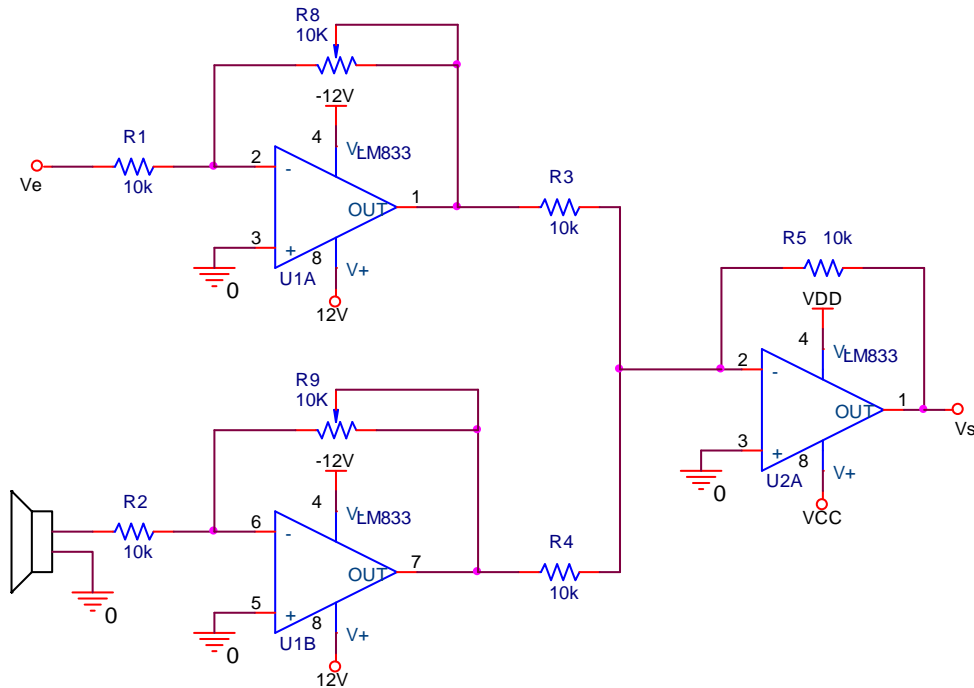

Figura 3
- 5) Sustituta el voltaje en la terminal V_e del circuito de la figura 3 por una señal de tipo senoidal de 8Vpp con una frecuencia de 1kHz y llene la columna restante de la tabla 1. Utilice ambos canales del osciloscopio en acoplo de C.A. para observar de forma simultánea los voltajes de los puntos V_e y V_s y gráfíquelas.
- 6) Arme el circuito mezclador de audio mostrado en la figura 3.
- 7) Ajuste el generador de funciones con una señal senoidal de 200mVpp y 1kHz y conéctelo en la terminal V_e del circuito de la figura 3.